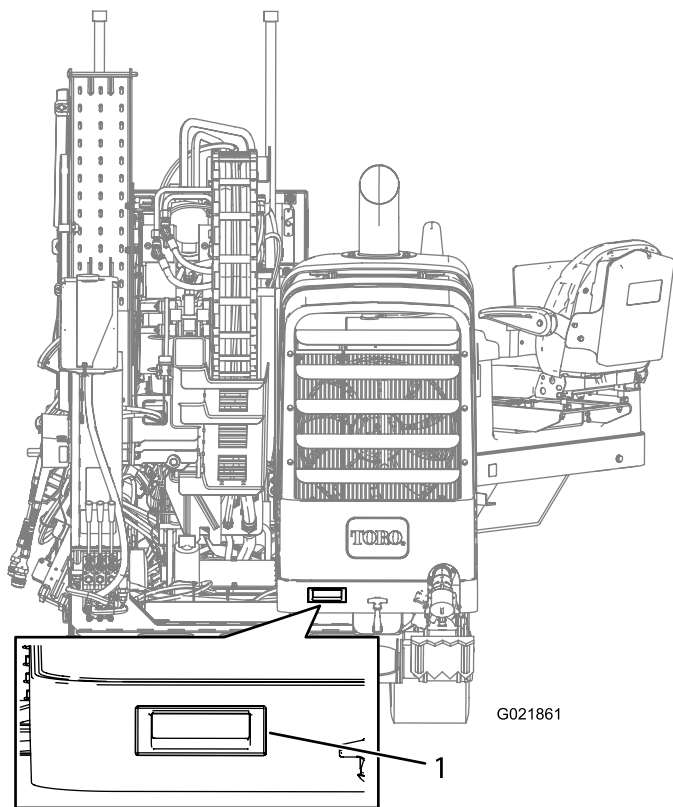

Figura 96
3. Levante a maçaneta como mostrado na Figura 96.